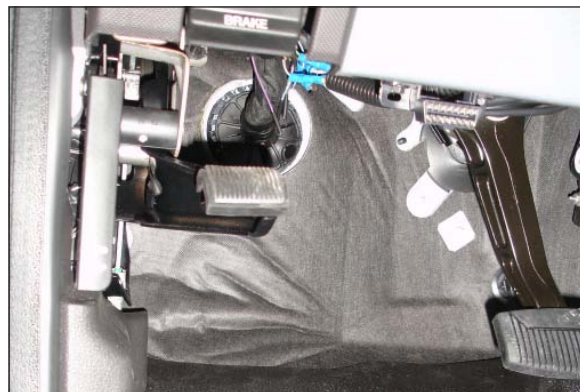

Figura 3
4. Situados dentro de la cabina, rotulados y empaquetados por arriba del conjunto del freno de estacionamiento (**Figura 3**), se encuentran los cables necesarios para conectar el arnés de cableado de la PTO Chelsea a la estrategia SEIC de Ford. Todos tienen extremos con conectores de unión. Conecte estos cables utilizando los diagramas de cableado de la página 20 ó 22 de este manual.